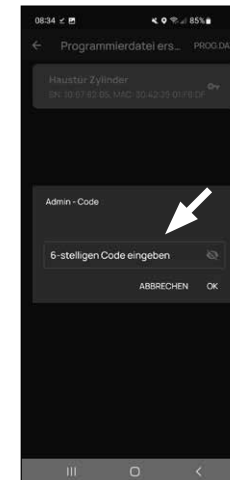

Abb. 7
- 3 Sie werden gebeten, sich mit Ihrem Administratorcode zu verifizieren. Geben Sie ihn ein und bestätigen Sie mit „OK“ (Abb. 7).